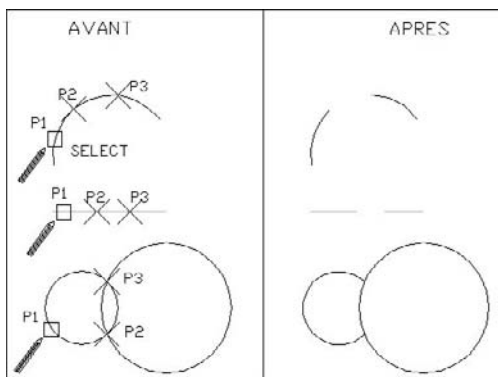

Fig.6.12
- 1 Exécuter la commande de coupure à l'aide d'une des méthodes suivantes (fig.6.12) :